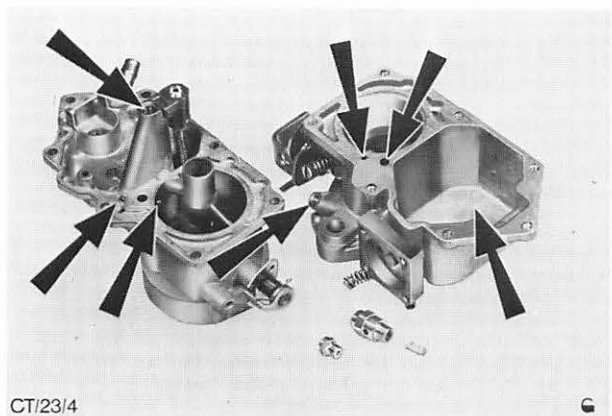

Abb. 44 Pfeile zeigen wichtigste Teile zur Reinigung
8. Schwimmekammer und Düsen reinigen (siehe gekennzeichnete Teile in Abb. 44).